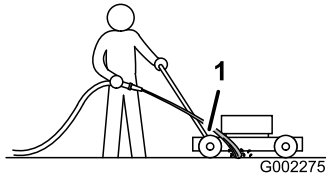

Figure 46
3. Tenez le tuyau d'arrosage à hauteur du guidon et dirigez le jet d'eau vers le sol, juste devant la roue arrière droite (Figure 46).